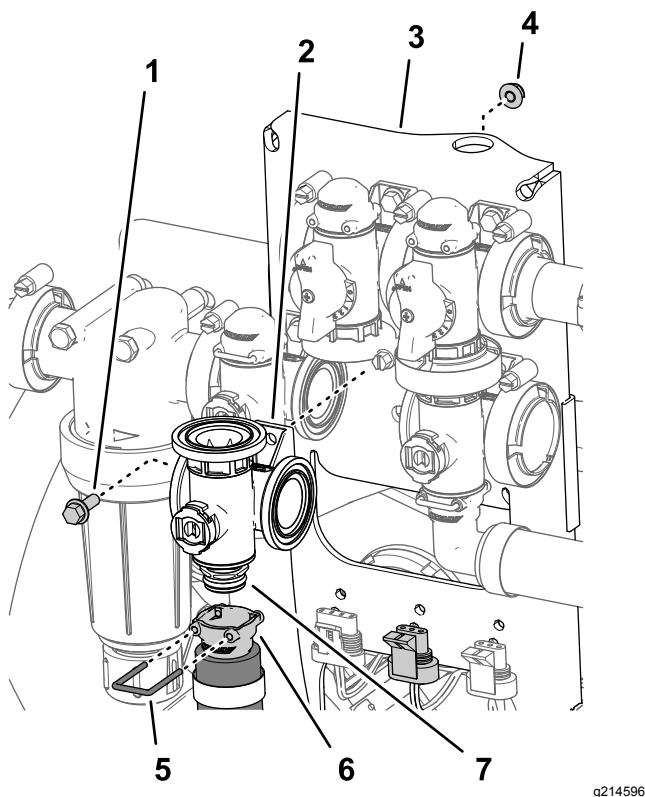

Figura 113
2. Rimuovete il fermo che fissa la presa di scollegamento rapido al giunto di scollegamento rapido del collettore per la valvola dell'agitatore (Figura 113).
3. Rimuovete il bullone a testa flangiata ($\frac{1}{4}$ " x $\frac{3}{4}$ ") e il dado di bloccaggio flangiato ($\frac{1}{4}$ ") che fissano la valvola dell'agitatore al supporto della valvola e rimuovete il collettore della valvola dalla macchina (Figura 113).